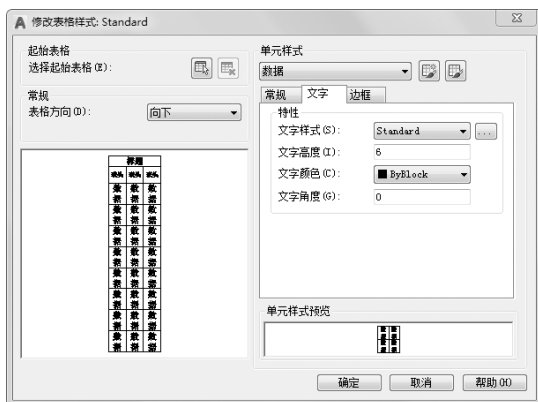
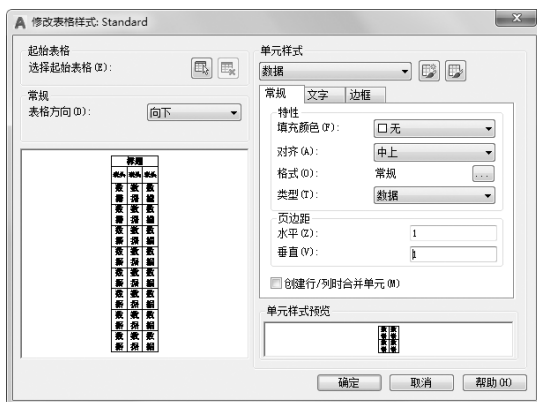

图 8-59 “修改表格样式”对话框
图 8-60 设置“常规”选项卡
(2) 单击“表格样式”对话框中的“修改”按钮，系统打开“修改表格样式”对话框，在“单元样式”下拉列表框中选择“数据”选项，在下面的“文字”选项卡中将“文字高度”设置为“6”，如图 8-59 所示。再打开“常规”选项卡，将“页边距”选项组中的“水平”和“垂直”都设置为“1”，如图 8-60 所示。